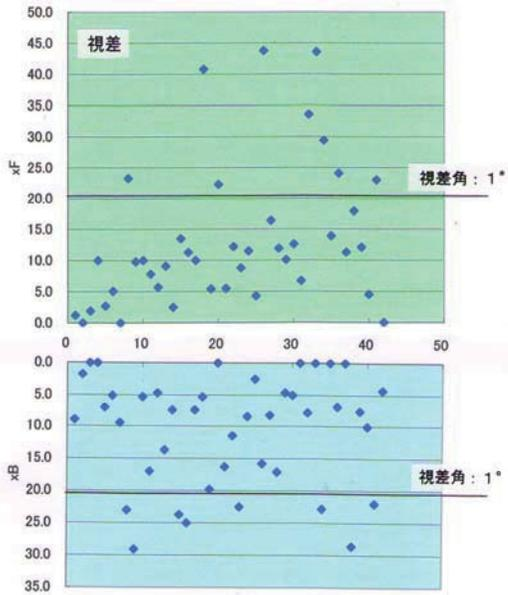
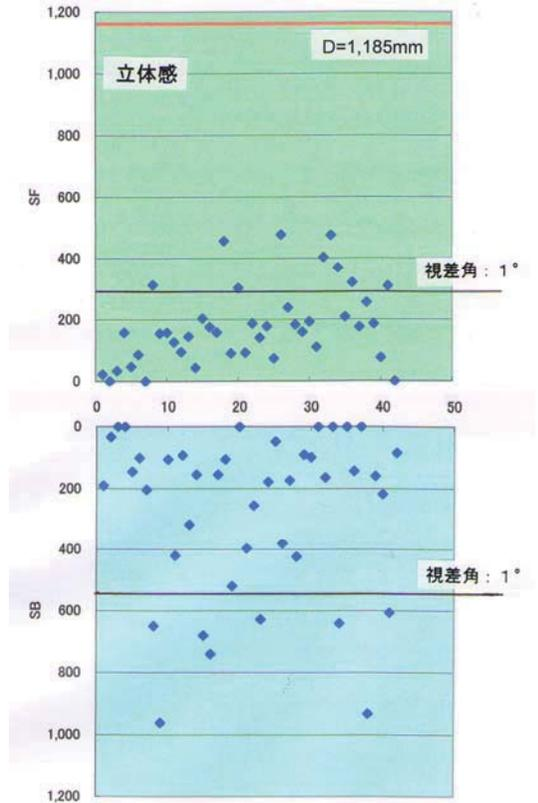
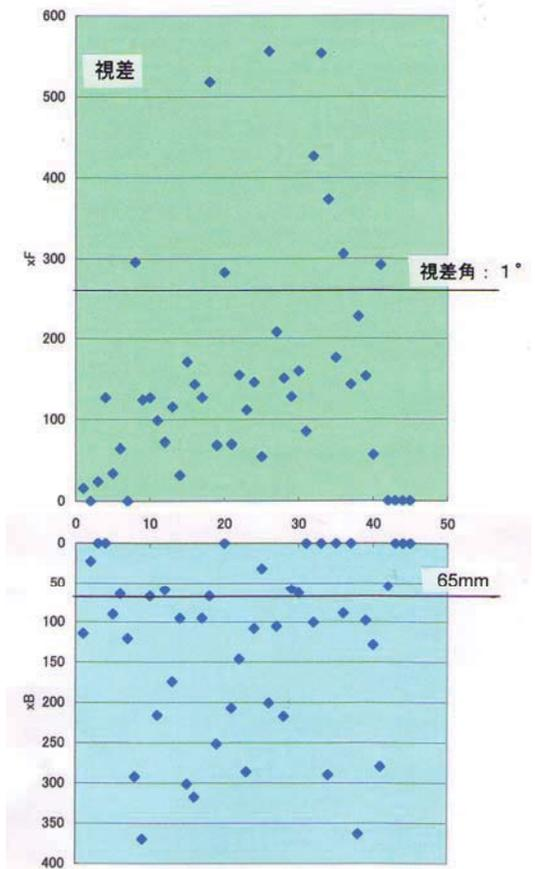
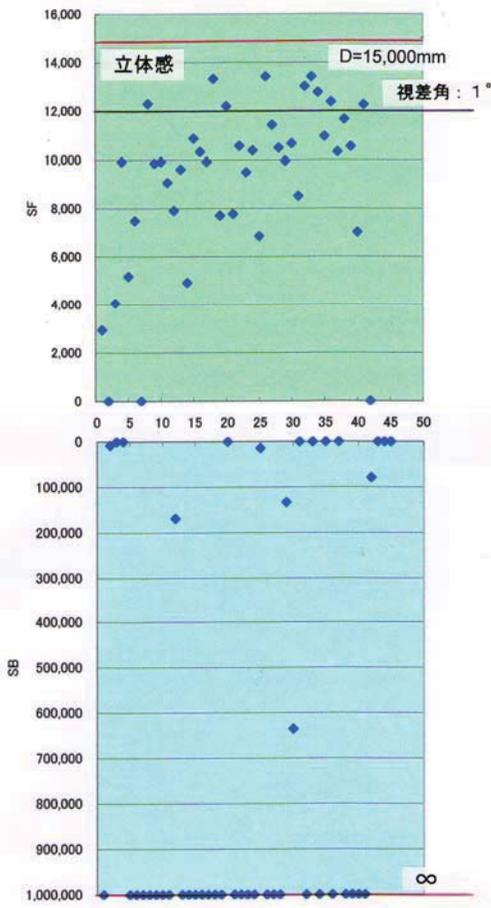

図4 視差値のグラフ (家庭)
図5 立体感のグラフ (家庭)
図6 視差値のグラフ（劇場）
図7 立体感のグラフ (劇場)
この表の視差値のグラフを図4に、立体感(奥行き再現)のグラフを図5に示す。このとき、視差角を両グラフに記入する。
そして、前節同様にグラフで表示すると、劇場で観た場合の視差のグラフを図6に、そして劇場で観た場合の立体感のグラフを図7に示す。
考察の手順を2つに分けてみる。始めにサンプル①について図4から図7を観ながら考察する。
しかし、劇場で観る場合はどうであろうか。図7でわかる様に観者の前2~3mの位置に手前の画像が浮いて見えることがわかる。